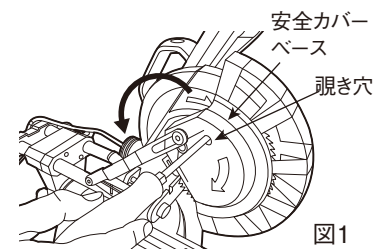
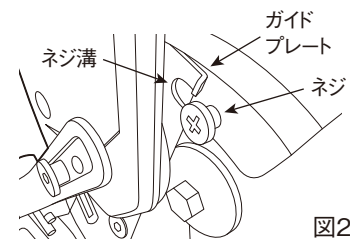

図1
図2
- 1.右図1のように、安全カバーの覗き穴から見える安全カバーベースのネジを、お手持ちの+ドライバーでネジ山の4~5山相当を緩めてください。
- 2.ネジを緩め、安全カバーベースを図1の矢印方向にスライドさせると図2のように図1で緩めた、ネジが現れます。
- 5.安全カバーベースを元の位置に戻したら、図1のように、覗き穴に+ドライバーを差し込み、しっかりとネジを締めてください。
1. 取外し方説明の1(図1)および2(図2)に準じ、この刃を取り外せる状態にします。(右図参照)